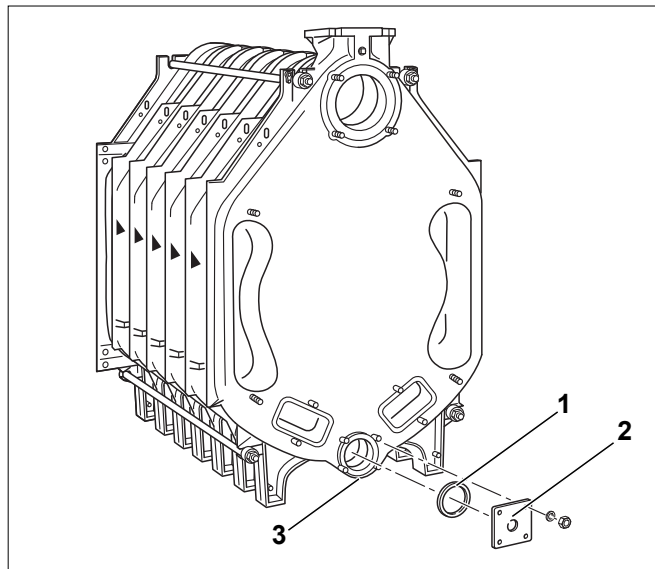

Рис. 26 Установка фланца
- ▶ Закройте спереди и сзади нижнюю ступицу котла (рис. 26, [3]). Для этого нужно уложить соответствующее уплотнение (рис. 26, [1]) на ступицу котла и установить глухой фланец со стороной 110 мм. Фланец с резьбовым отверстием (R ¾) для наполнения и слива (рис. 26, [2]) устанавливается на задней стороне котла.